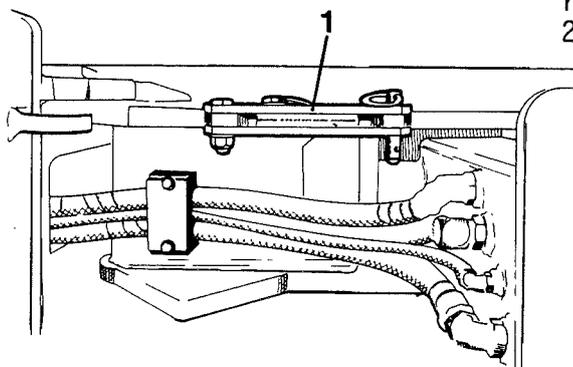

Fig. 23
Prima della messa in moto del motore diesel, riportare il dispositivo di bloccaggio (1), fig. 23 nella sua posizione originaria.